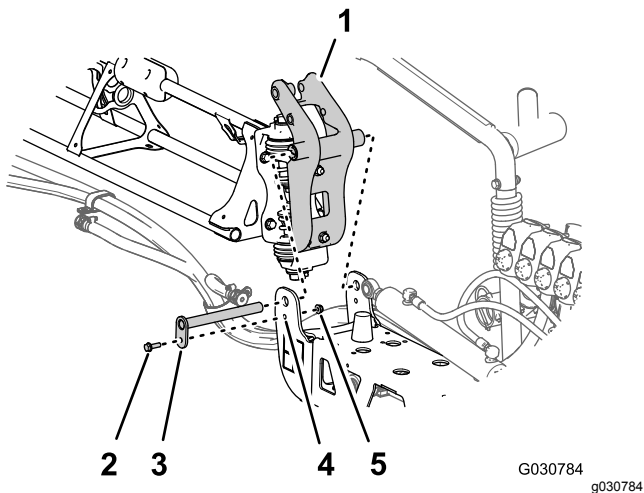

Bild 121
- Fluchten Sie die Büchsen im Drehzapfen-Anschlussstück mit den Löchern in den Flanschen der Schwenkhalterung am Ende des mittleren Sprühabschnitts aus (Bild 121).